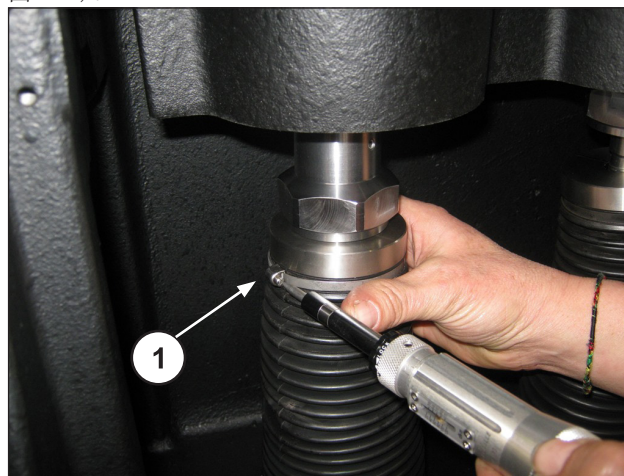

图 164
波纹管在防溅片上的定位和把波纹管固定在防溅片上的紧固箍的拧紧必须在安装了泵头并固定了活塞后才进行 (①, 图 164)。